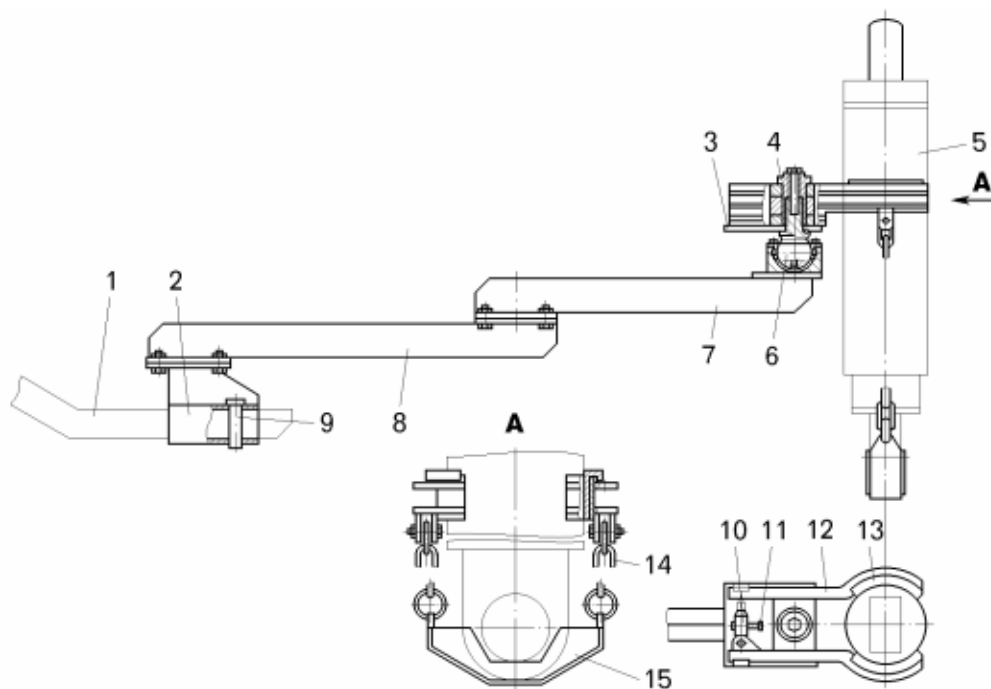

Рисунок 14.3 — Приспособление для снятия цилиндров опрокидывающего механизма:
- установить захватное устройство приспособления для снятия цилиндров (смотри рисунок 14.3) на цилиндр и надежно застопорить;